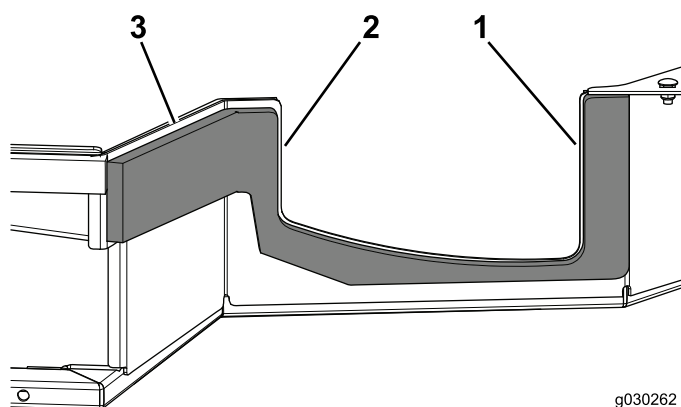

Figura 15
6. Utilice las dimensiones indicadas en Figura 15 para colocar la junta.